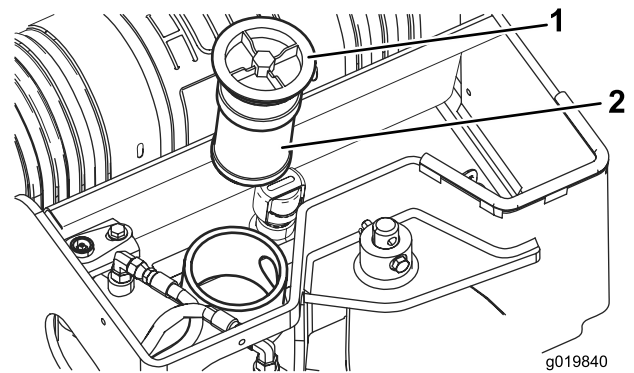

図 59
5. 油圧オイルタンクの注油口周辺とキャップをきれいに拭き、ソケットレンチで補給口からキャップとフィルタを外す 図 59。